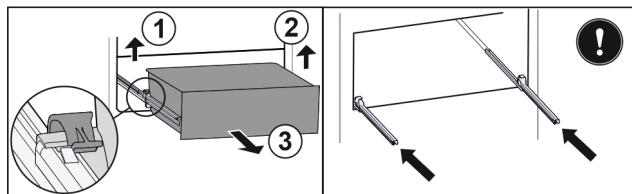

Fig. 112
- Приподнимите левый зажим и одновременно вытяните движением вперед выдвижной ящик слева. Fig. 112 (1)
- Приподнимите правый зажим и одновременно вытяните движением вперед выдвижной ящик справа. Fig. 112 (2)
- Извлеките выдвижной ящик движением вперед. Fig. 112 (3)